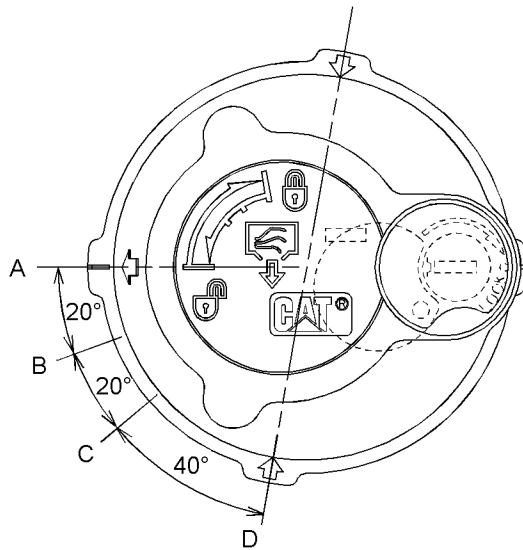

Fig. 446
3. Aflast det tryk, der kan findes i returhydraulikkredsløbet, ved hjælp af følgende procedure. Se fig. 446 for at få vist påfyldningsdækslets positioner.
- Drej påfyldningsdækslet mod uret, uden at påføre nedadgående tryk, og flyt pilen fra position (A) til position (B).
- Aflast trykket i mindst 45 sekunder ved at flytte pilen fra position (B) til position (C).
- Tryk ned på midten af påfyldningsdækslet. Uden at vippe påfyldningsdækslet flyttes pilen fra position (C) til position (D).
- Spænd påfyldningsdækslet fast på hydrauliktanken til position (A).